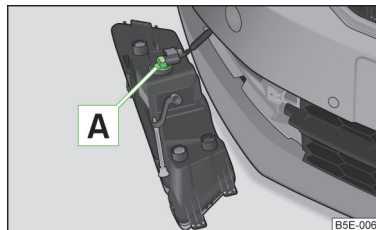

Abb. 223
- › Den Lampensockel » Abb. 223 bis zum Anschlag **entgegen dem Uhrzeigersinn** drehen und herausziehen.